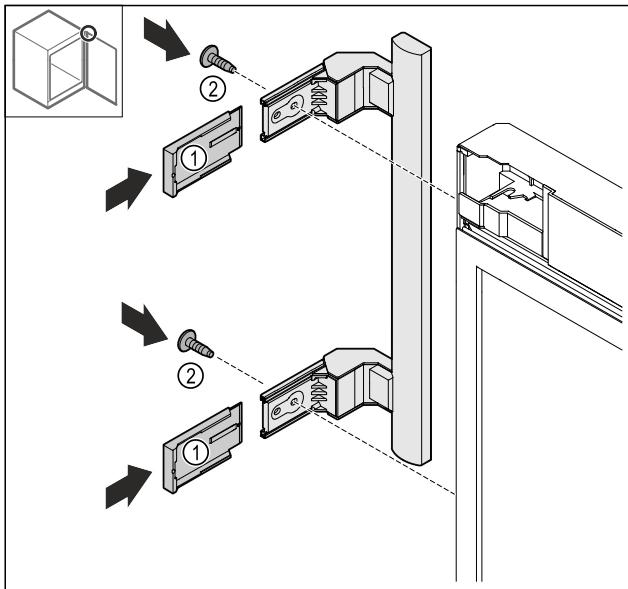

Fig. 25
- Τοποθετήστε τα καλύμματα Fig. 25 (1).